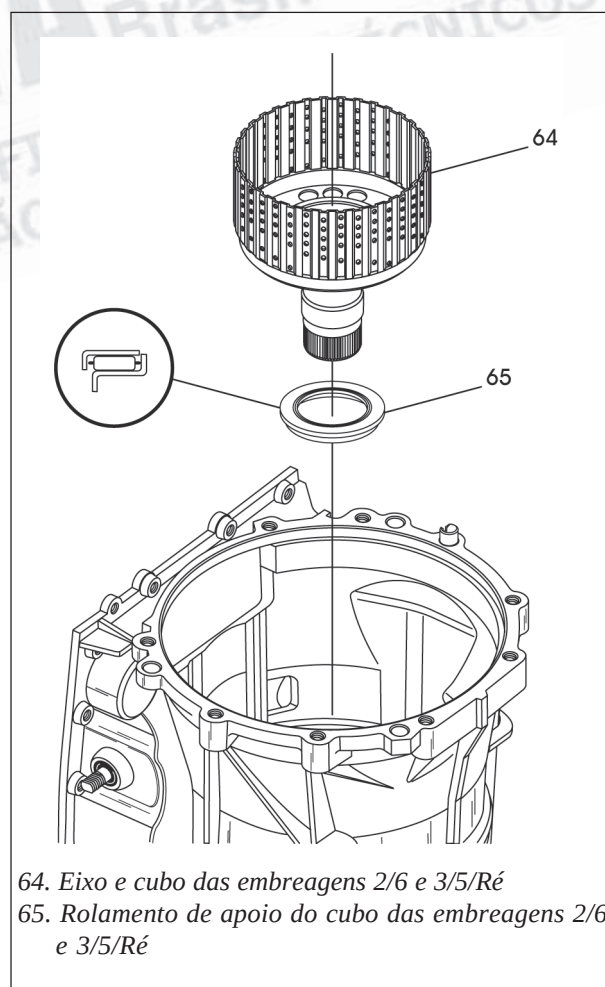

Figura 157
9. Instale o rolamento de apoio no topo do suporte central na posição mostrada na figura 157.
10. Instale o cubo das embreagens 2/6 e 3/5/Ré e conjunto do eixo, conforme mostra a figura 157.